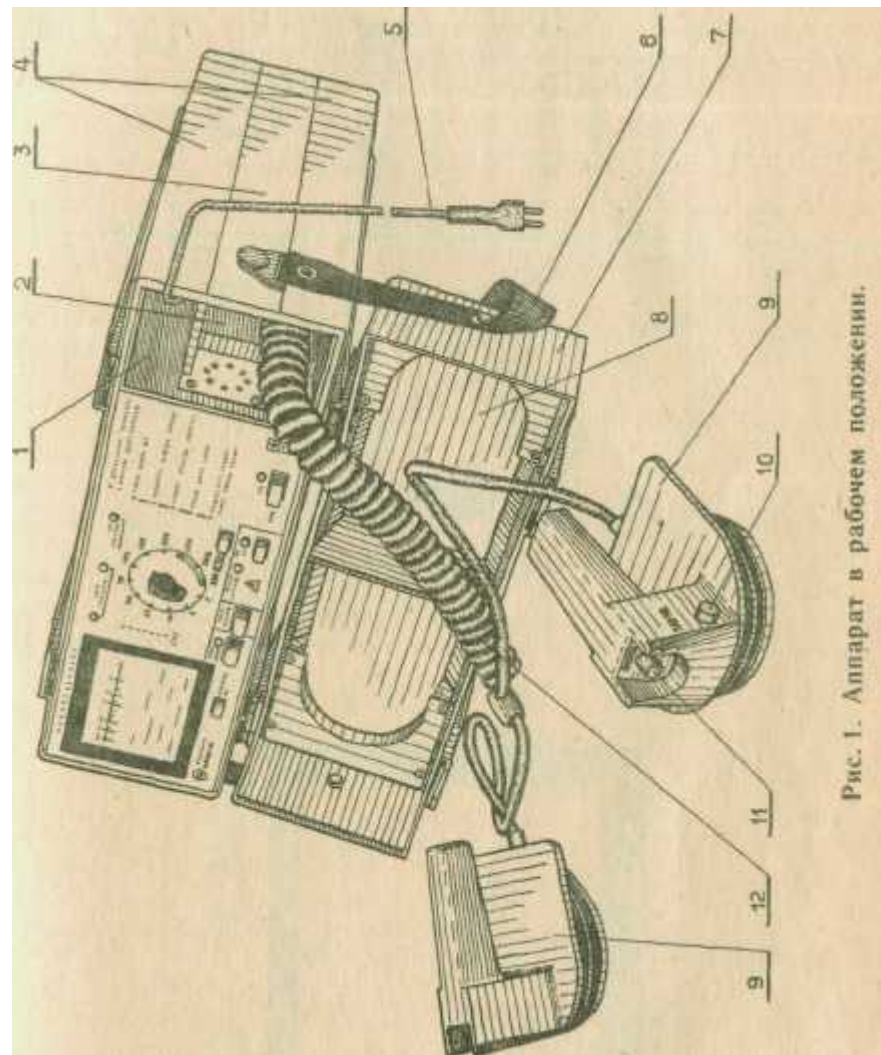

Рис. 1. Аппарат в рабочем положении.
Аппарат в рабочем положении представлен на рис. 1, где показаны:
Кроме того, на электродах аппарата (показаны на рис. 1) расположены:
6.1. Открыть крышку, нажав кнопки замков и установить на чее аппарат, как показано на рис. 1. Закрепить крышку в открытом остоянии ремнями.
7.1. Открыть крышку и установить аппарат, зафиксировать крышку с помощью ремня, как показано на рис. 1.